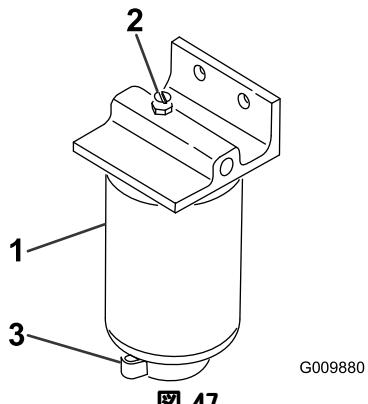

図 47
2. フィルタ容器下部のドレン・プラグをゆるめて水や異物を流し出す（図 47）。
2. フィルタ容器を外して取り付け面をきれいに拭く（図 47）。